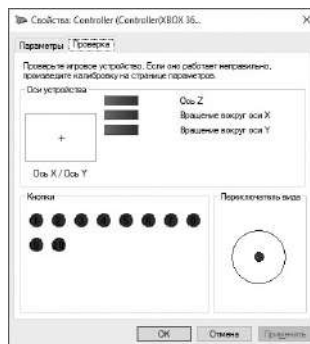

Fig. 8
- To check and configure in XInput mode, select «Properties» in the «Game devices» window, the «Properties: Controller (XBOX 360 For Windows)» window will pop-up (Fig.8). In the «Verification» tab you can check the execution commands when you press the buttons and rotate the rudder, select the «Settings» tab, click «Calibrate» and follow the instructions.